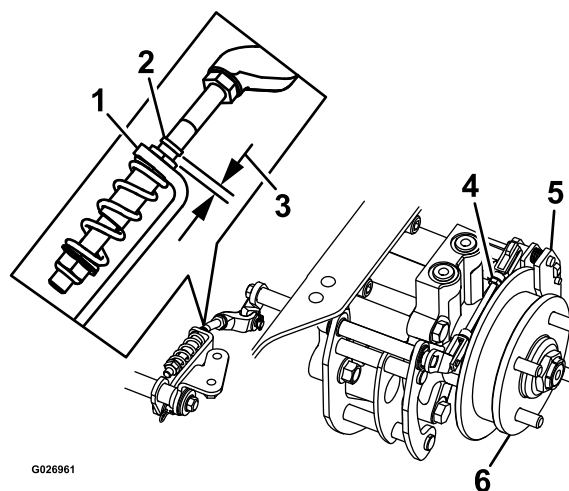

Figure 82
8. Vérifiez si un espace est visible entre le support en L et la butée de tringlerie (**Figure 82**).